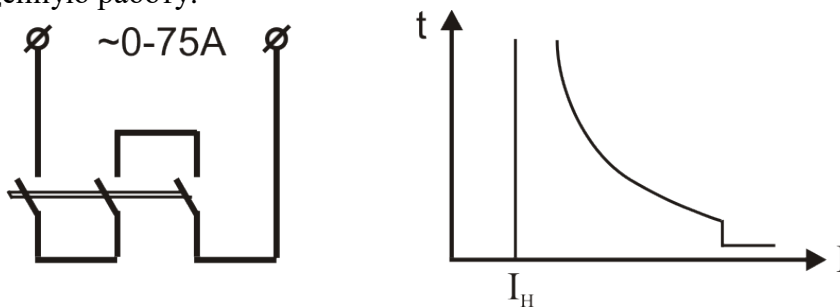

Рис. 5
5. Определить рабочий ток АВД, собрав схему рис. 5, время срабатывания теплового расцепителя (или теплового реле – по указанию преподавателя). Установить токи перегрузки в 2, 5, 7, 10 раз больше, чем рабочий ток, определить время срабатывания аппарата защиты. Построить времятоковую характеристику. Продемонстрировать проведенную работу.